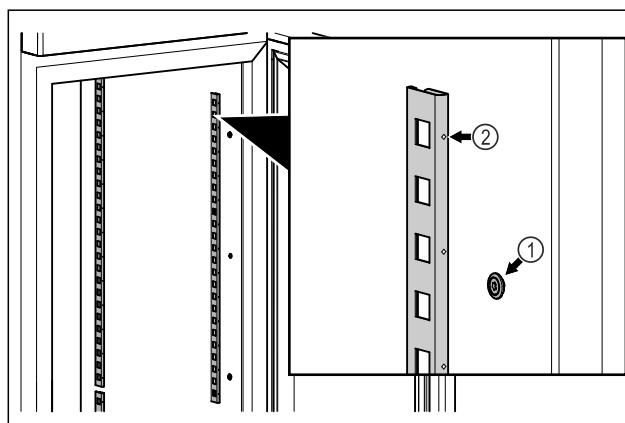

Fig. 54 Simbolična slika
- Zagozdne letve obesite na Fig. 54 (1) obešalni element. Oznaka Fig. 54 (2) mora biti obrnjena naprej.